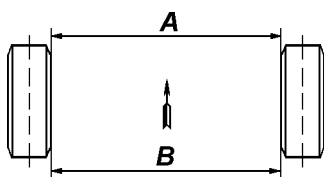

Рис. 5.21. Схождение колес
**Регулировку схождения колес** производить при нормальном давлении в шинах таким образом, чтобы размер А (рис. 5.21), замеренный по средней линии боковой поверхности шин